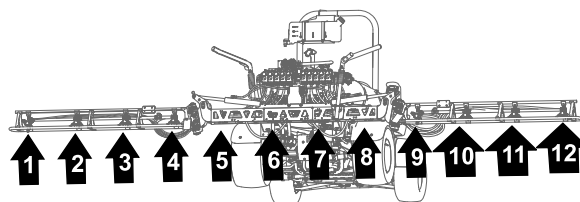
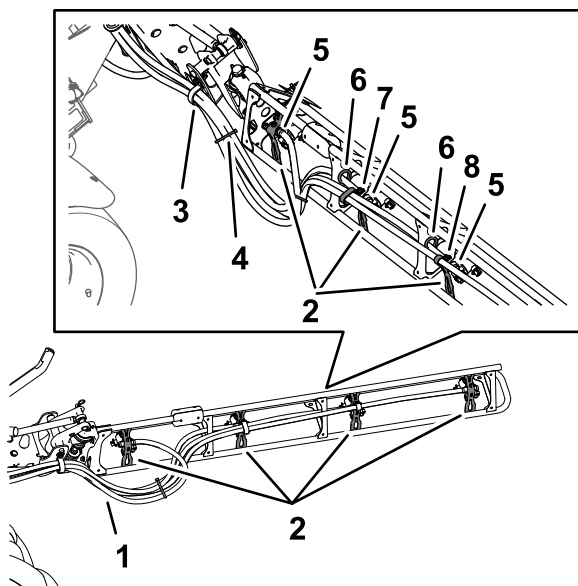

Рисунок 128
Рисунок 129
1. Проложите шланги распылительных сопел 1, 2, 3 и 4 через R-образный зажим в левом наружном конце средней секции опрыскивателя (Рисунок 128 и Рисунок 129).
2. Проложите шланги подачи распылительных сопел 7, 8, 9 и 10 через R-образный зажим в правом наружном конце средней секции опрыскивателя (Рисунок 128 и Рисунок 129).
3. Проложите шланги подачи длиной 279 см и хвостовики шланговых штуцеров типа «елочка» (¾ дюйма) вдоль секции опрыскивателя к распылительным соплам 1 и 10, как показано на Рисунок 128 и Рисунок 129.
4. Проложите шланги подачи длиной 234 см и хвостовики шланговых штуцеров типа «елочка» (¾ дюйма) вдоль секции опрыскивателя к распылительным соплам 2 и 9, как показано на Рисунок 128 и Рисунок 129.
5. Проложите шланги подачи длиной 188 см и хвостовики шланговых штуцеров типа «елочка» (¾ дюйма) вдоль секции опрыскивателя к распылительным соплам 3 и 8, как показано на Рисунок 128 и Рисунок 129.
опрыскивателя к распылительным соплам 4 и 7, как показано на Рисунок 128 и Рисунок 129.
7. Соедините 4 шланга распылительных сопел в пучок с помощью кабельной стяжки, как показано на Рисунок 129.